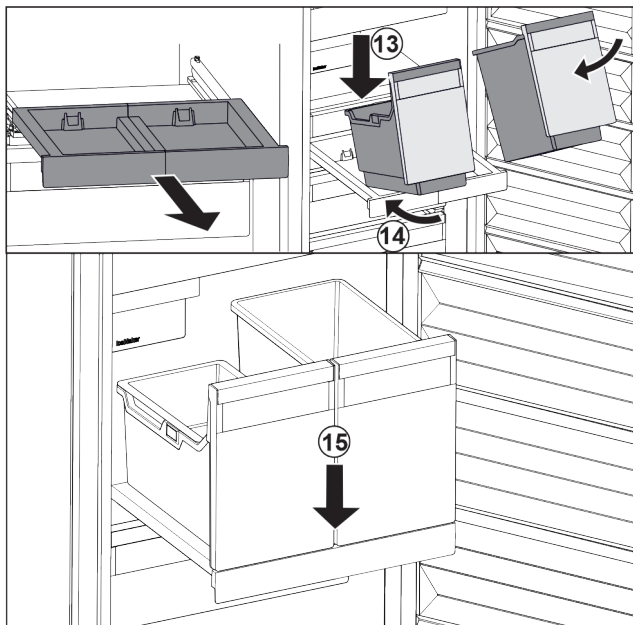

Fig. 106
- ▶ Helyezze ferdén a kihúzható rácsra a tárolókat. Fig. 106 (13)
- ▶ Tolja be ferdén hátra a tárolókat. Fig. 106 (14)
- ▶ Helyezze le a tárolók elejét. Fig. 106 (15)